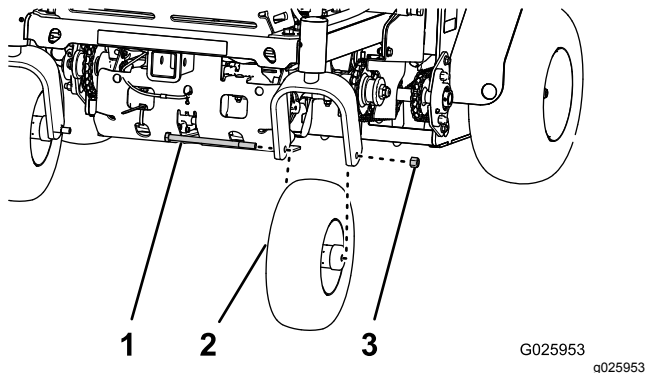

Figure 27
3. Retirez l'écrou et le boulon de roue, et déposez la roue pivotante de la fourche (Figure 27).
1. Placez le trou dans l'arbre de la roue pivotante entre les trous de la fourche (Figure 27).
2. Fixez l'ensemble roue à la fourche au moyen de l'écrou et du boulon (Figure 27) que vous avez retiré à l'opération 3 de Dépose des roues pivotantes (page 33).